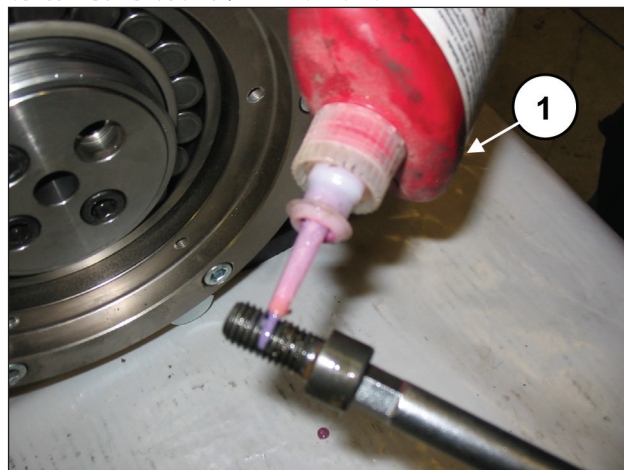

图 88
涂抹LOCTITE 243螺栓胶到M12x25螺栓的螺纹上 (①，图 88)。